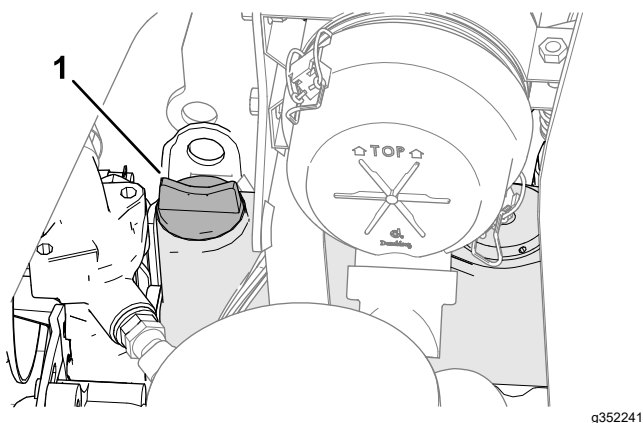

Figura 64
5. Si el nivel de aceite es bajo, retire el tapón de llenado (Figura 64) y añada poco a poco pequeñas cantidades de aceite, comprobando el nivel frecuentemente, hasta que el nivel llegue a la marca de lleno de la varilla.